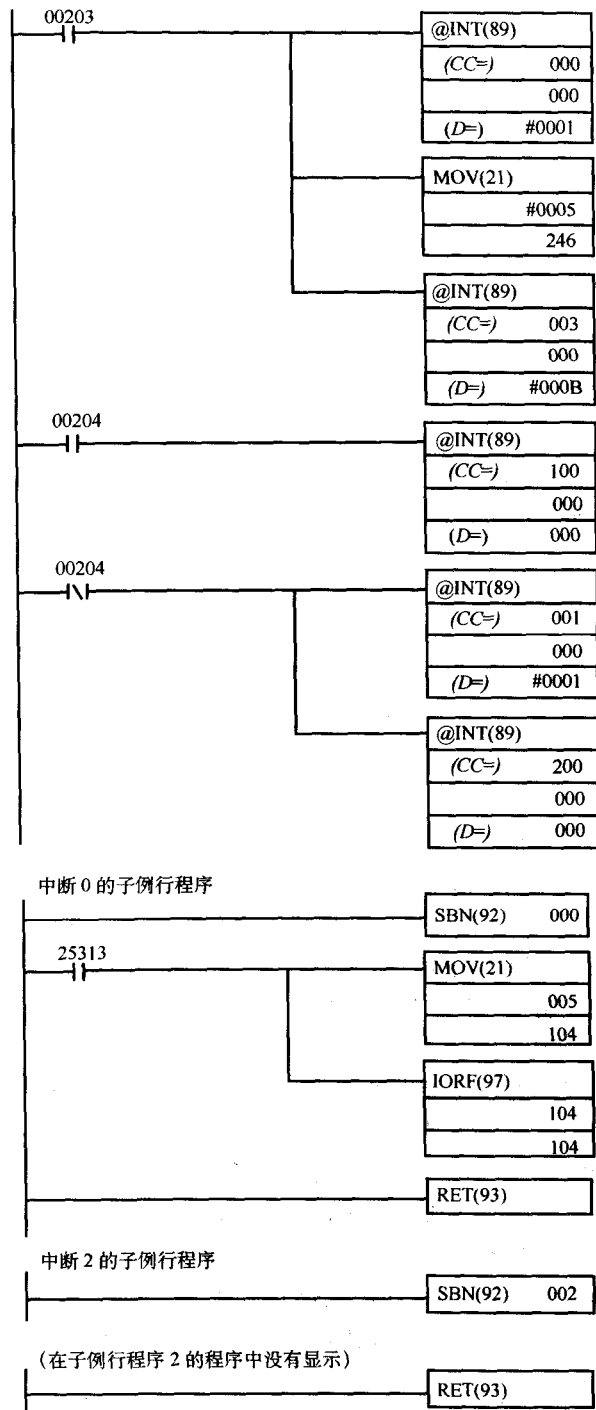

图 11-14 使用 CQM1 输入中断的程序
OMRON 的 CQM1 必须被配置成响应来自四个输入触点的输入中断信号。⊖配置数据必须在 PLC 处于程序模式时输入 (PLC 程序在运行时, 输入中断配置不能改变)。在 CQM1, 中断默认被屏蔽 (禁止), 所以在为输入中断配置 PLC 后, 用户编写的程序必须执行一个中断控制指令, INT (89), 来解除输入中断的屏蔽。如图 11-14 所示, INT (89) 指令执行时必须带有三个参数。第一个参数是控制代码 (CC), 第二个参数总是 000, 第三个参数是控制数据 (D), 它的使用依赖于控制代码。控制代码包括:
2) CC=002 被用来读取哪个输入中断日前被屏蔽。D 参数必须是一个地址。INT (89) 将向地址 D 的低四位写入数据来反映四个中断的屏蔽状态。如果位 3 为开, 那么意味着来自触点 03 的中断被屏蔽, 等等。
3) CC=100 屏蔽了所有的中断 (不仅仅是输入中断), CC=200 将恢复在 CC=100 的 INT (89) 执行前中断的状态。在带有 CC=100 的 INT (89) 执行时接收到的中断信号将被记录, 并且在带有 CC=200 的 INT (89) 执行时将被响应。由于某些原因, 如果在中断 ISR 中执行, CQM1 将不能认出带有 CC=100 的 INT (89)。D 参数没有使用但应该被设置为 0000。
4) CC=001 被用来清除正在等待执行的输入中断请求。如果因为一个屏蔽被置位, 或由于一个高优先级的 ISR 在运行, 一个输入中断被禁止, 当输入中断被解除屏蔽或其他的 ISR 结束时, 它将被执行 (一次), 除非带有 CC=001 的 INT (89) 被用来清除等待的输入中断。对应四个中断的 D 中的低 4 位中的 1 将清除任何等待的相应中断类型的中断。
在图 11-14 的例子程序中: